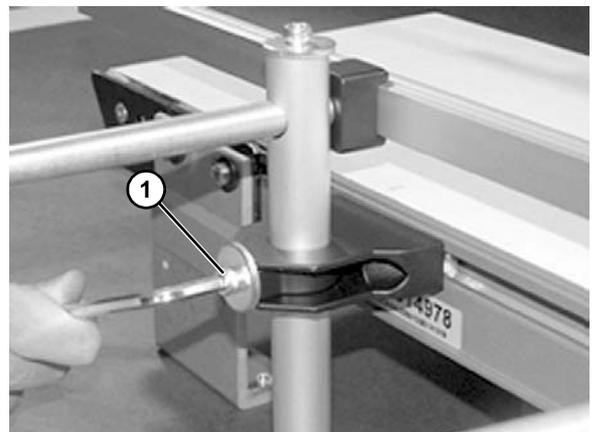

Figure 26
7. Régler la hauteur à l'aide de la vis inférieure (**Figure 26, élément 1**).